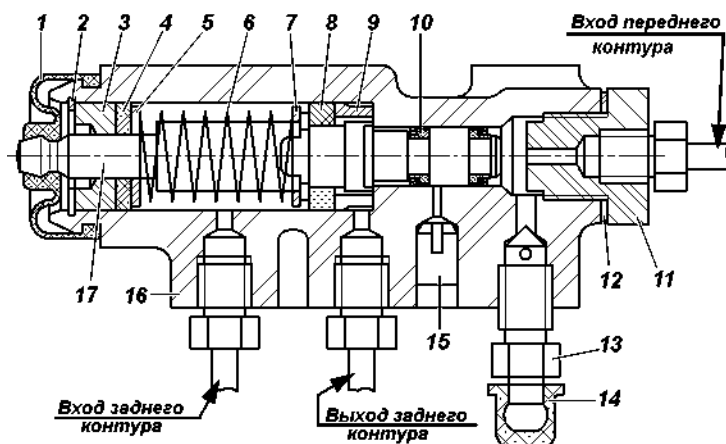
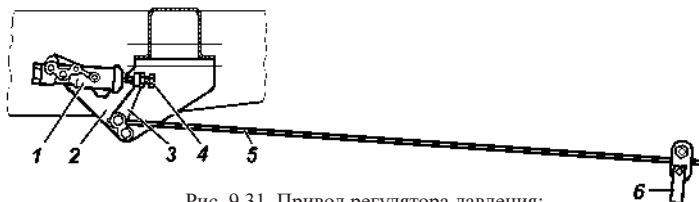

Рис. 9.30. Регулятор давления:
Рис. 9.31. Привод регулятора давления:
Регулятор давления. На автомобилях, не оснащенных антиблокировочной системой тормозов, устанавливается механический регулятор давления, действующий на задние тормоза (рис. 9.30), который обеспечивает оптимальное распределение тормозных сил по осям автомобиля и не допускает опережающую блокировку задних колес. При обслуживании проверяйте работоспособность регулятора давления. Очищайте регулятор от грязи и проверяйте надежность его крепления. Внешним осмотром убедитесь, что регулятор и детали его привода не имеют повреждений, отсутствуют подтекания тормозной жидкости и люфты в соединении стойки с упругим рычагом и кронштейном на заднем мосту.
При нажатии на педаль тормоза поршень 17 (рис. 9.30) регулятора давления должен выдвинуться из корпуса на 1,7 - 2,3 мм. Отсутствие хода поршня, а также его недостаточный или чрезмерный ход свидетельствует о неисправности регулятора или его привода.
В процессе эксплуатации и при замене задних рессор необходимо регулировать усилие упругого рычага 5 (рис. 9.31) на поршень регулятора. Регулировку производите в следующей последовательности:
2. Ослабьте контргайку регулировочного болта 4 (рис. 9.31) и отверните болт на 2-3 оборота.
3. Заверните болт 4 (рис. 9.31) до соприкосновения его с хвостовиком поршня 17 (рис. 9.30) регулятора.